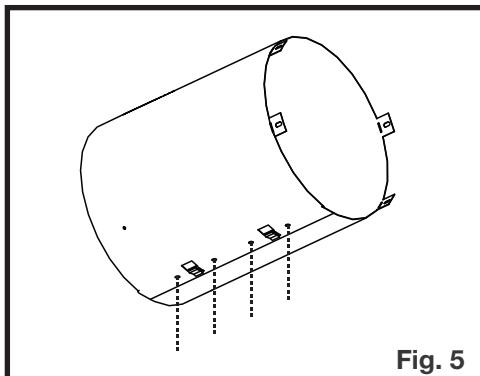

Fig. 5
5. Assurez-vous que les deux extrémités s'alignent et fixez les extrémités avec des agrafes et des attaches (**Fig. 5**).